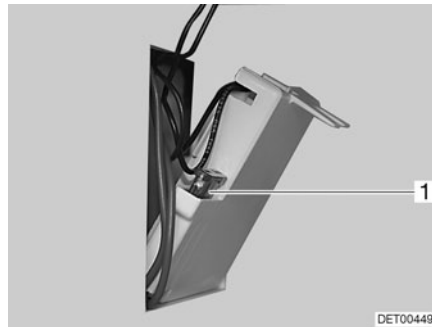

Fig. 144 Fusible del inodoro Thetford
- Cambiar el fusible (Fig. 144,1).